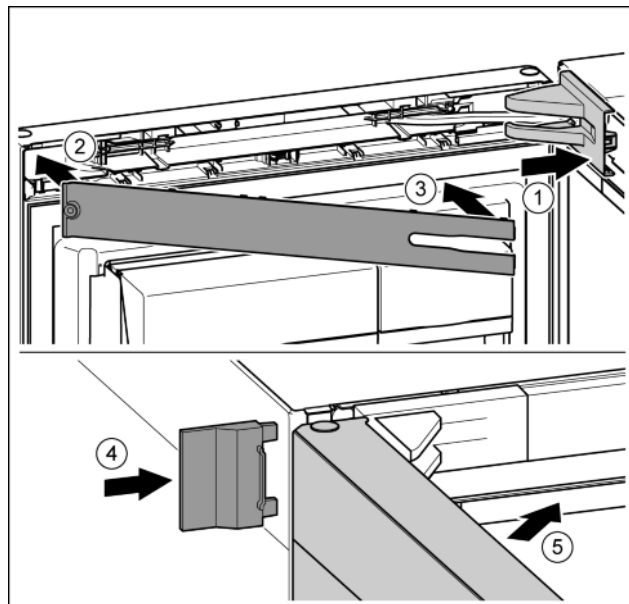

Fig. 44
- ▶ Крышку опорного кронштейна установить и зафиксировать, при необходимости, осторожно разжать. Fig. 44 (1)
- ▶ Установить накладку. Fig. 44 (2)
- ▶ Наклонить и защелкнуть накладку. Fig. 44 (3)
- ▶ Надвинуть внешнюю крышку. Fig. 44 (4)
- ▶ Заккрыть верхнюю дверь. Fig. 44 (5)